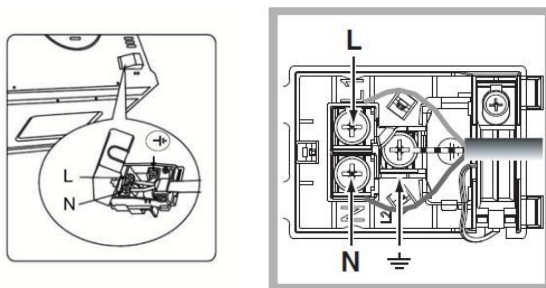

Рисунок 5
- Черный, коричневый или красный провод подключается к клемме, обозначенной буквой L (см. рис. 5).